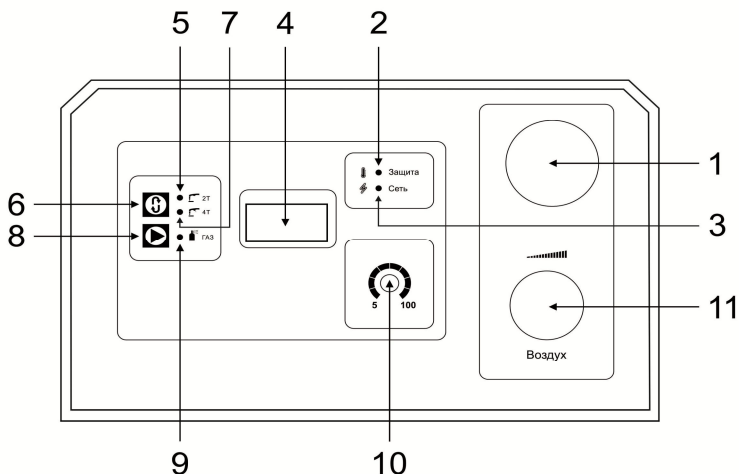

Рис.3. Панель управления
##### 2.1. Вращая ручку регулятора (Рис.3,п.10), выставите параметры следующим образом:
2.2. Кнопка выбора 2Т и 4Т режимов (Рис.3,п.6). Двухтактный режим работы — это режим, при котором в течение всего сварочного процесса кнопка на горелке должна быть нажата.
2.3 Кнопка проверки воздуха: короткое нажатие на кнопку выпускает небольшой объем воздуха, длительное нажатие (более 1С) служит для большего выпуска объема воздуха. Позволяет проверить оба газовых клапана (Рис.3,п.8).
Внезапная остановка может произойти из-за перегрева. При перегреве аппарата загорается индикатор «Защита» (Рис.3), и процесс резки автоматически останавливается. При этом, не отключая аппарат, дождитесь, пока внутренняя температура не станет соответствовать стандартному диапазону. И погаснет индикатор.